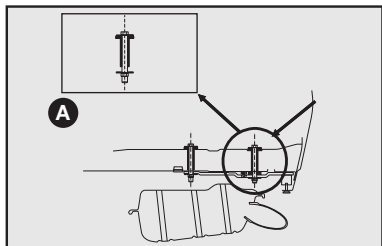
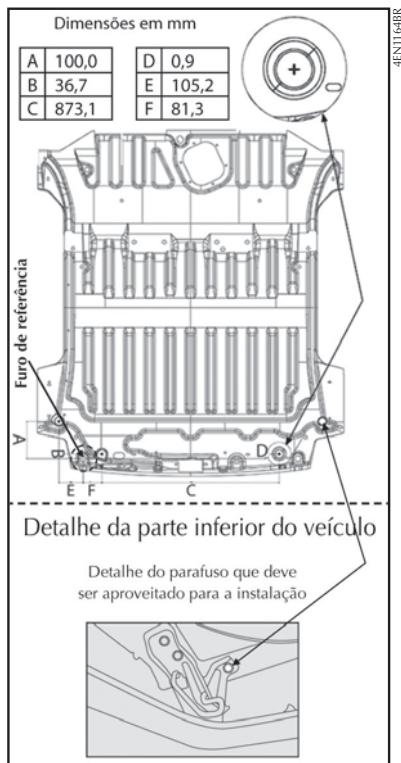

fig. 12
fig. 13
- Efetuar no veículo a furação com \varnothing (diâmetro) 11 mm traspassando o assoalho posterior (ver detalhe **A-fig. 12**) e a longarina nas marcas esquemáticas indicadas na figura correspondente ao modelo do seu veículo (**fig. 13**).